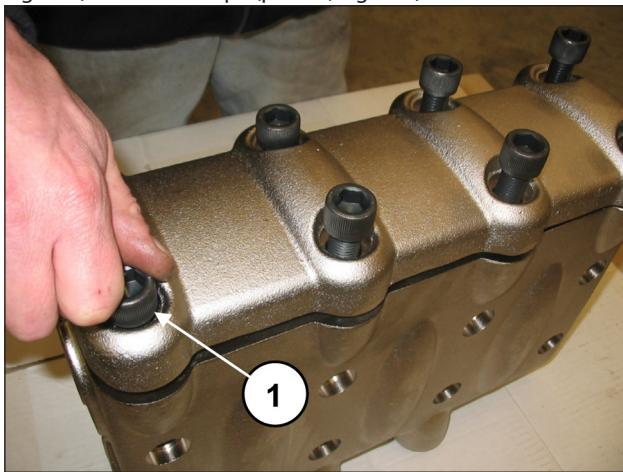
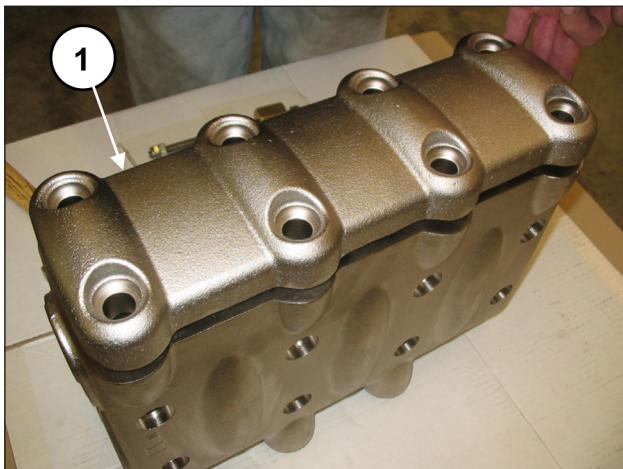

Fig. 106
Fig. 107
Extraia os 8 parafusos M16x55 da tampa das válvulas (pos. ①, Fig. 106) e retire a tampa (pos. ①, Fig. 107).